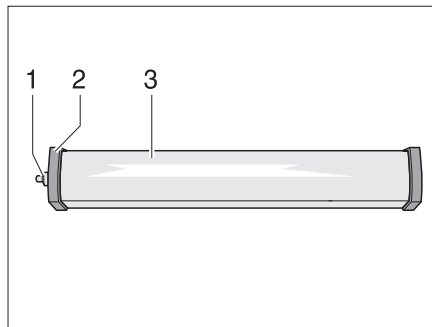

Fig. 261 Lampe de cellule
- Dévisser le cache (Fig. 261,1).
- Retirer le couvercle (Fig. 261,2).
- Enfoncer légèrement le couvercle de la lampe (Fig. 261,3) et le retirer.